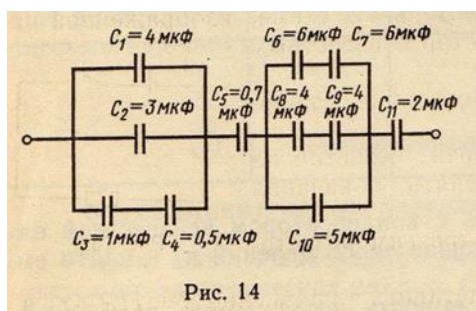

Рис. 14
- Определите заряд батареи конденсаторов, соединенных так, как показано на рис. 14. Емкость каждого конденсатора (в мкФ) указана на рисунке.